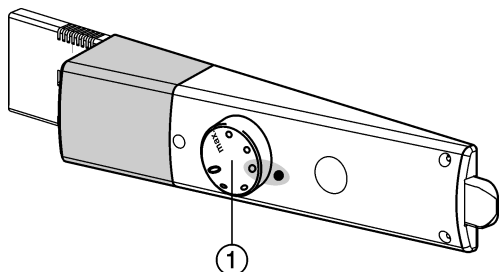

Fig. 2
- ▶ Temperatuurregelaar *Fig. 2 (1)* naar rechts van stand 0 naar stand 3 draaien.